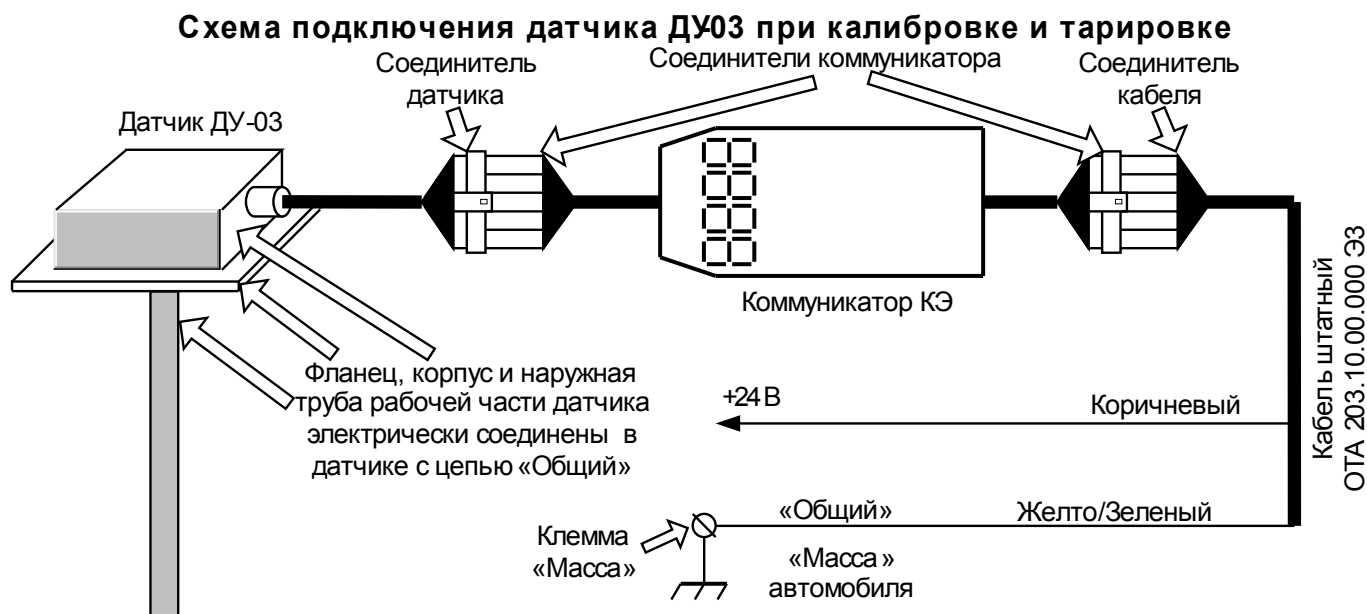

Рис.1. Схема подключения датчика ДУ-03 при калибровке и тарировке.
Схема подключения датчика при калибровке и тарировке приведена на рис.1.
**При подключении следует помнить, что наружная труба, фланец и корпус датчика (см. рис.1) электрически соединены с цепью «Общий» питания.**
–клемма «минус» аккумуляторной батареи (при отсутствии на автомобиле общего выключателя массы) имеет надежный электрический контакт с клеммой «Масса» (см. рис.1);
–клемма «Масса» (см. рис.1), к которой будут подключаться цепи датчика и GPS терминал, гарантированно соединена с минусовой цепью аккумуляторной батареи автомобиля или может быть подключена к ней только через общий выключатель массы, полностью отключающий аккумуляторную батарею от всех электропотребителей.
1.3.3 При условии выполнения требований п. п.1.3.1 и 1.3.2 подключить датчик в соответствии со схемой подключения, приведенной на рис.1, с использованием штатного кабеля из комплекта поставки.
***Соединение цепей «Общий» датчика и GPS терминала выполнить строго в одной точке — к винтовой клемме «Масса» (см. рис.1.).***
3.2.1 Расположив датчик **вертикально рабочей частью вниз** поместить на 1...2 минуты всю рабочую часть датчика (см. Рис.1 Руководства по эксплуатации) в жидкость, уровень которой датчик будет в дальнейшем контролировать. **Верхний уровень жидкости должен быть гарантированно не ниже верхней части дренажного отверстия на датчике!**